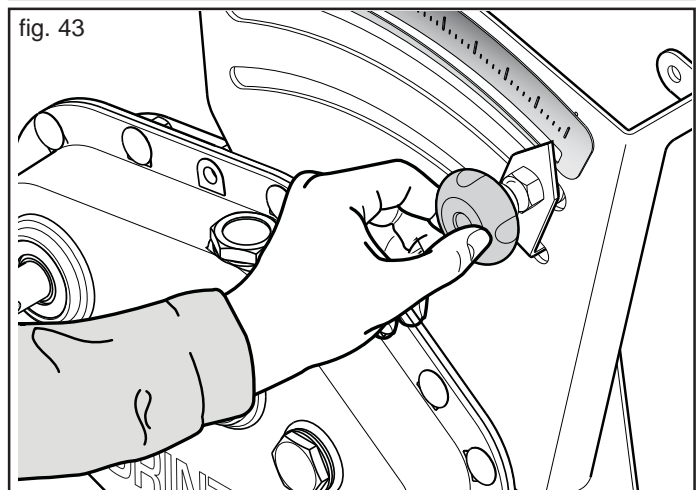

fig. 43
- 6) Allentare la vite di fissaggio posta sulla regolazione del cambio (Fig. 43) ...